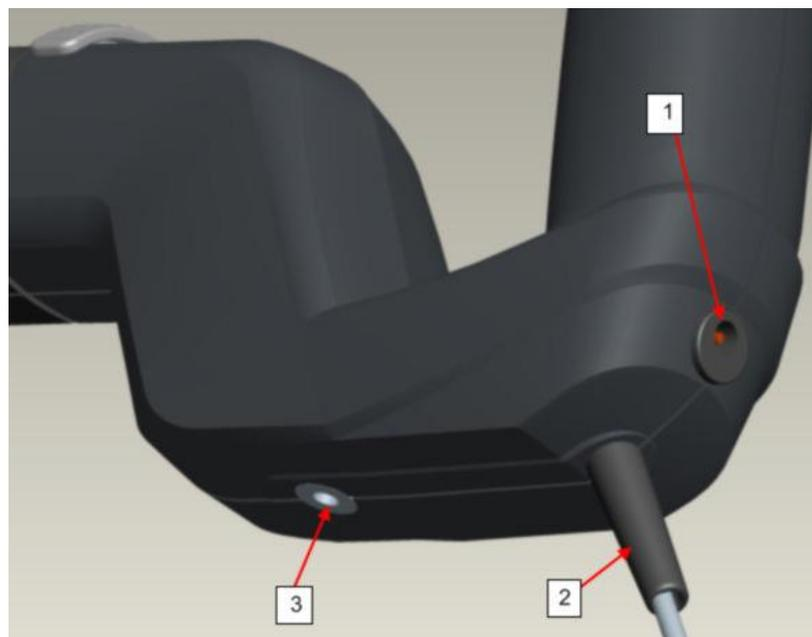

Рис. 3-2: Рабочие элементы на блоке питания и усиления (2).
- Подача электропитания на блок: через разъем ВНЕШ. ПИТАНИЕ 8 В на рукоятке блока питания и усиления (см. рис. 3-2); допустимый диапазон 7–9 В). Удалять батарейки при подключении внешнего питания нет необходимости.